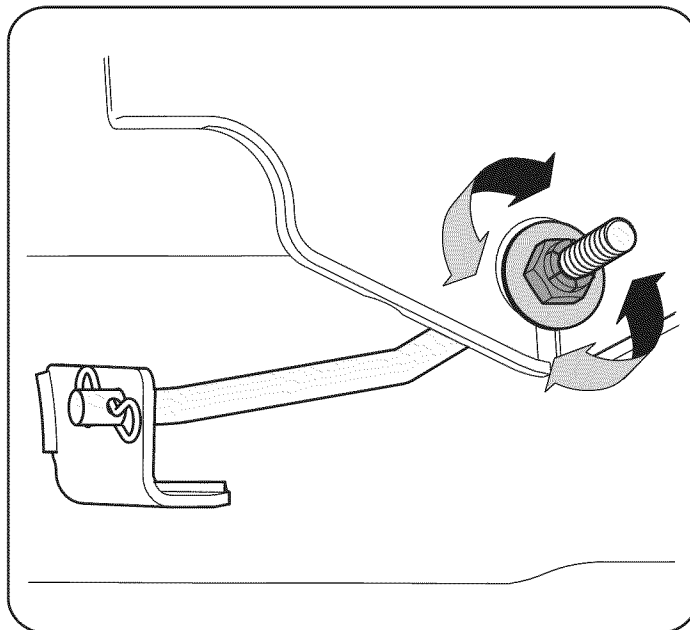

Figura 21
3. Localice la contratuerca y la tuerca de seguridad que se encuentran en la parte delantera de la ménsula estabilizadora. Consulte la Figura 21.